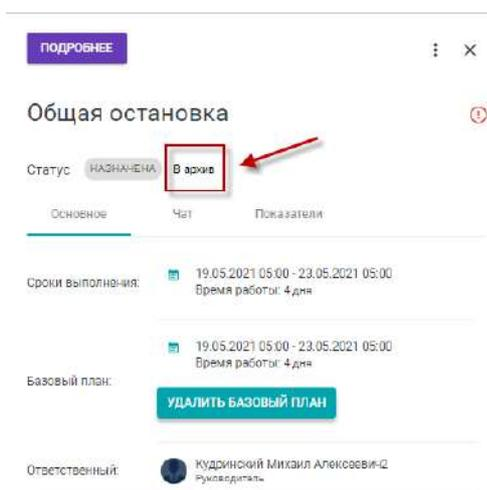

Рисунок 58 — Установка признака «Архив»
- Выберите статус «Архив»: статус проекта переведен в архивный. Признак архивной установки (производства, установки) отображается около наименования проекта в иерархии проекта (см.рис.58, 59);